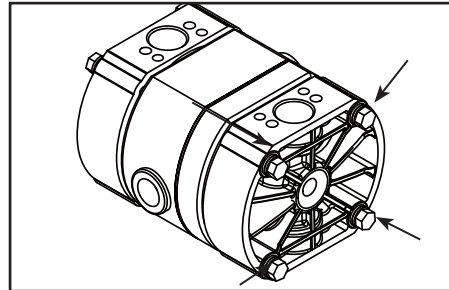

Figure 23
- Enlevez les boulons de fixation de la chambre côté liquide et déposez celle-ci. (voir figure 23).